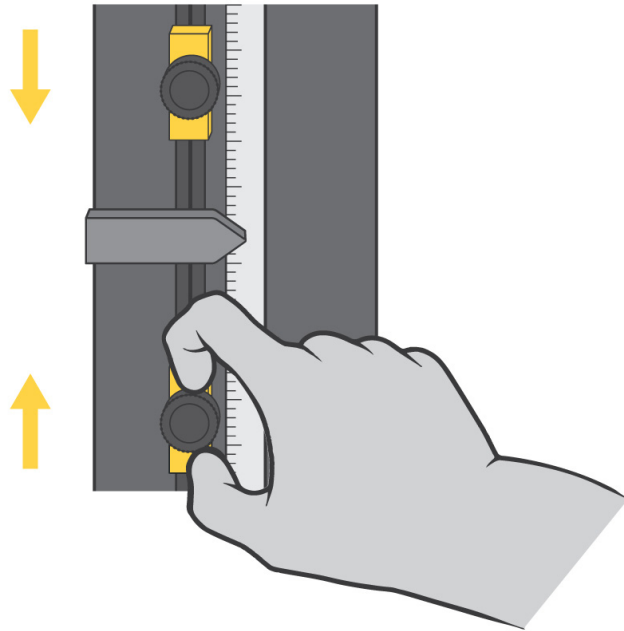

Abbildung 11. Einstellung der Fahrwegsanschlge
Die Fahrwegsanschläge sind zwei einstellbare Blöcke auf der Begrenzungsschalter-Stange, die sich in der Säule der Maschine befindet, wie in Abbildung 11 auf Seite 97 gezeigt. Die Fahrwegsanschläge (1 und 2) haben Rändelschrauben, mit denen sie von Hand gelöst und angezogen werden können, damit Sie die Anschläge auf die gewünschte Position auf der Begrenzungsschalter-Stange verschieben können. Richten Sie die Anschläge kurz außerhalb des für den Versuch erforderlichen Bereichs ein. Wenn die Traverse den maximalen eingestellten Fahrweg erreicht, berührt die Begrenzungsschalter-Betätigung (3) einen der Anschläge. Der Kontakt zwischen der Schalterbetätigung und dem Fahrwegsanschlag bewegt die Begrenzungsschalter-Stange (4) und aktiviert die Grenzschar. Damit wird die Traversenbewegung gestoppt.